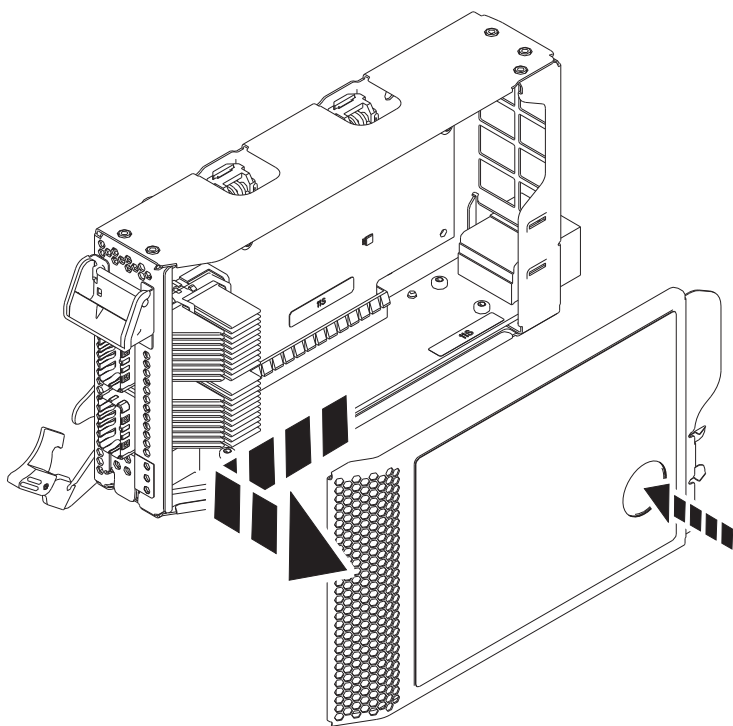

Figura 39. Extracció de la coberta del casset de l'adaptador PCIe
- a. Premeu el botó de color terracota de la coberta del casset tal com es mostra a la Figura 39 a la pàgina 40 per desenganxar la coberta del casset.